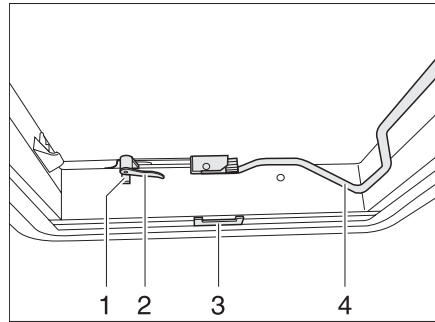
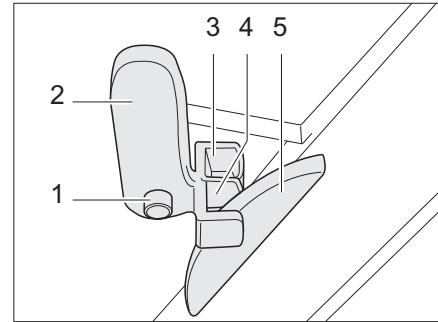

Bild 50 Heki-taklucka, stängd
Bild 51 Heki-takluckan i ventilationsläge 1
- Tryck ned låsknappen (Bild 50,1) och vrid låsarmen (Bild 50,2) ett kvarts varv inåt.
- Dra ut bygeln (Bild 50,4) nedåt, så att spärren släpper.
- Vrid låsarmen (Bild 50,2 och Bild 51,2) ett kvarts varv. Takspärrens tapp (Bild 51,5) måste hakas in i den översta fästdelen (Bild 51,3).
- Tryck på låsknappen (Bild 51,1) och vrid tillbaka låsarmen (Bild 51,2). Takspärrens tapp (Bild 51,5) måste hakas in i den nedre fästdelen (Bild 51,4).